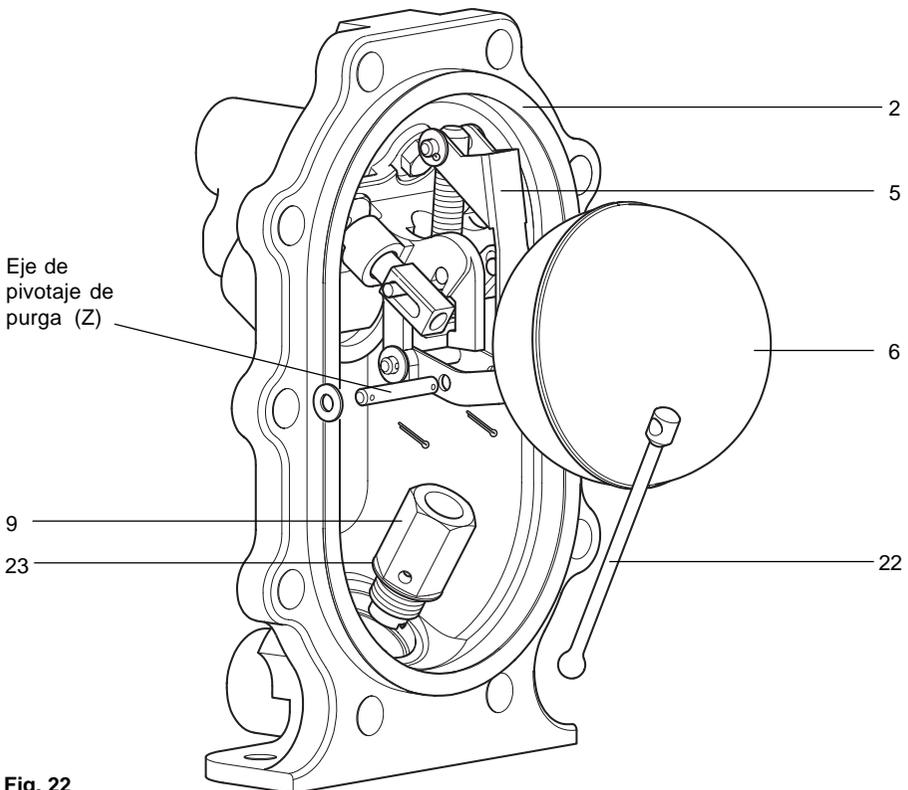

Fig. 22
3. Con cuidado monte una junta nueva (item 2) en el cuerpo.
4. Desmonte el pasador, arandela y eje de pivotaje de purga (Z) (ver Fig. 22).
5. Desmonte la viela de la válvula purgador (item 22) del mecanismo.
6. Ahora el flotador y palanca (items 5, 6) pueden bascular para permitir el acceso al conjunto de purga y válvula de retención.
7. Con la llave de 24 mm desenrosque el conjunto de purga y válvula de retención (item 9).
10. Antes de montar un nuevo mecanismo, limpie el alojamiento de purga en la tapa, asegurándose de eliminar la suciedad y las incrustaciones, y colocar una junta nueva (item 23).
- 13. Instale la viela de la válvula purgador y el eje de pivotaje de purga - recordando utilizar arandelas y pasadores nuevos - en la palanca (item 5).
- 14. Mueva el flotador hasta su límite superior e inferior para verificar el funcionamiento suave del mecanismo y que la viela de la válvula (item 22) se desliza suavemente en sus guías.